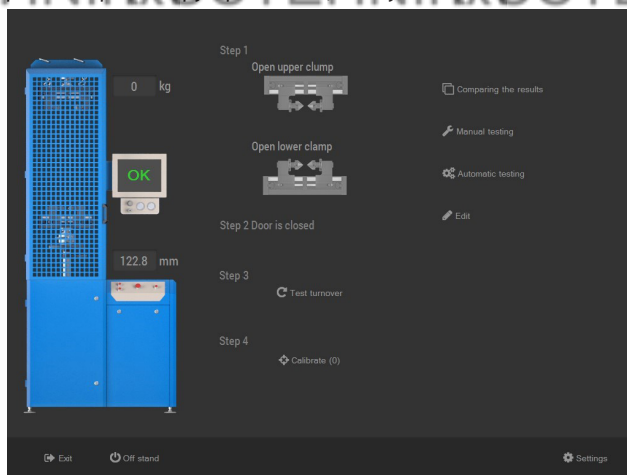

Рис. 16 – Выбор режима тестирования
5. После калибровки нуля становятся активными два режима тестирования: ручной и автоматический (рис. 16). Перед началом тестирования прикрепите (при необходимости) датчик температуры к амортизатору при помощи хомута.